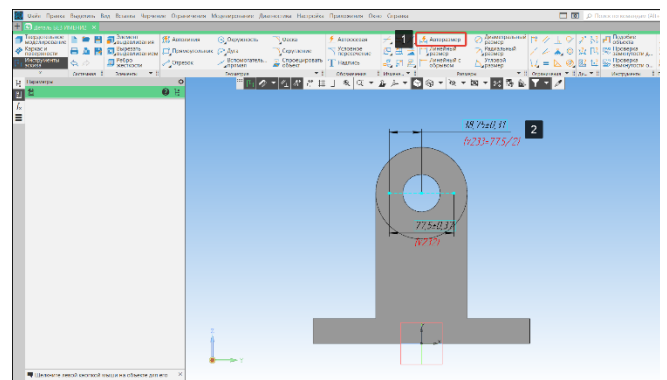

Рисунок 73 – Простановка размеров
- Полученный эскиз расположим симметрично центра окружности. Для этого поставим размер (2) используя команду авторазмер с панели размеры (1) (Рисунок 73);
- Выполним аналогичное построение второго отверстия с зенковкой (1) (Рисунок 73).